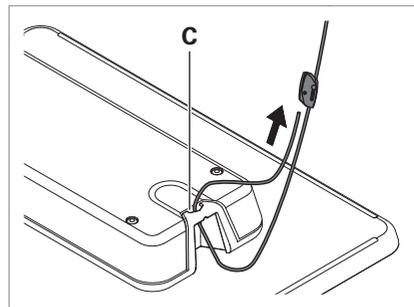

Fig. 3: Staaldraad aan het armatuur bevestigen.
- ▶ Steek de staaldraad door de uitsparing **C** van het armatuur, zie Fig. 3.
- ▶ Steek de staaldraad door het tweede oog van de staaldraadhouder, zie Fig. 3.